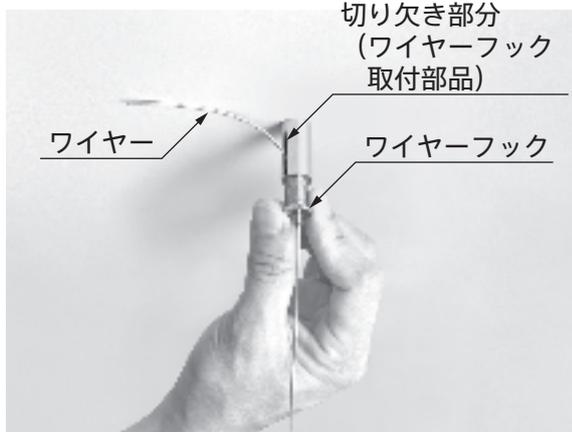

図 3
3. ワイヤークックの先を押しながら、ワイヤーの長さを調整し、ワイヤークックカバーネジを締めて固定します。（図3）